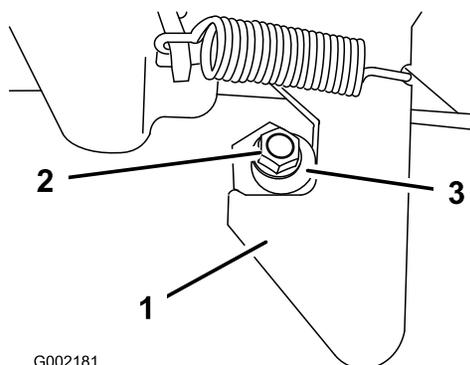

Figure 13
1. Desserrez l'écrou au bout du montant de verrouillage (Figure 13).
2. Tournez le montant dans le sens horaire jusqu'à ce qu'il soit bien serré contre le verrou, puis serrez l'écrou (Figure 13).